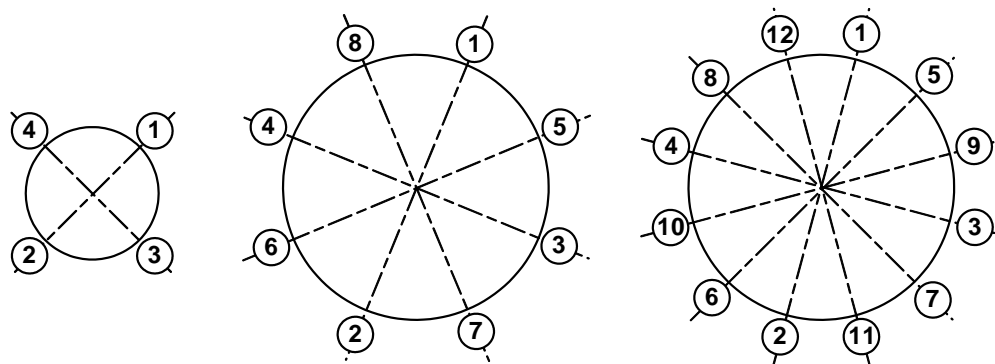

Рис. 2. Очередность затяжки гаек на фланцах.
- 3.2.8. Затяжка гаек при установке ППР или имитатора в трубопровод должна производиться в очередности, обозначенной на рис.2, динамометрическим ключом с крутящим моментом не более, указанного в табл.2.